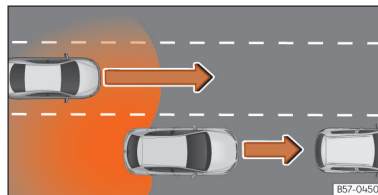

Fig. 151 Ultrapassagem com trânsito na parte traseira.
- Quando se é ultrapassado por outro veículo »» Fig. 151.